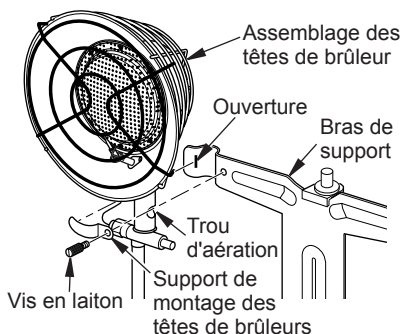

Figure 3 - Raccord de l'assemblage des têtes de brûleurs au bras de support
4. Montez l'assemblage des brûleurs sur le bras de support à l'aide des supports de montage des têtes de brûleurs et des vis en laiton comme illustré à la figure 3. Positionnez la partie latérale du support dans la fente à l'intérieur du bras de support. Fixez à l'aide d'une vis. Assurez-vous que les trous d'aération des deux côtés des tuyaux des brûleurs ne sont pas obstrués. Serrez bien les brûleurs en place.